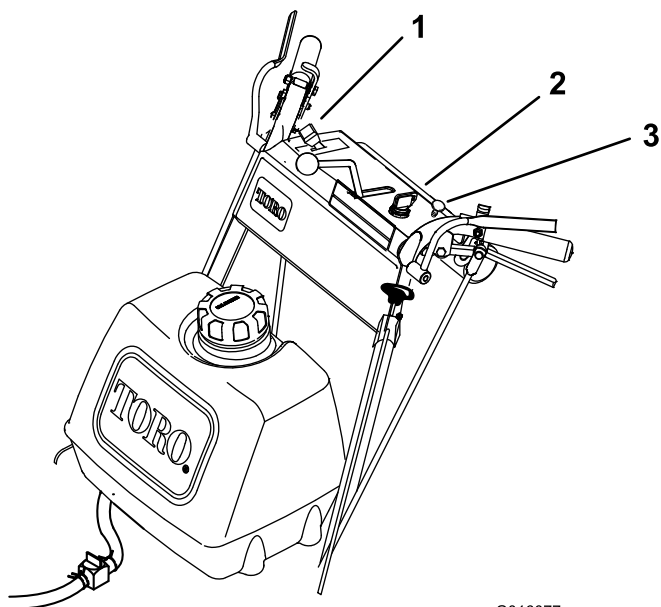

Figura 9
11. Accione el estérter a medida que el motor se calienta (Figura 9).
2. Mueva la palanca del acelerador a la posición de LENTO (Figura 9).